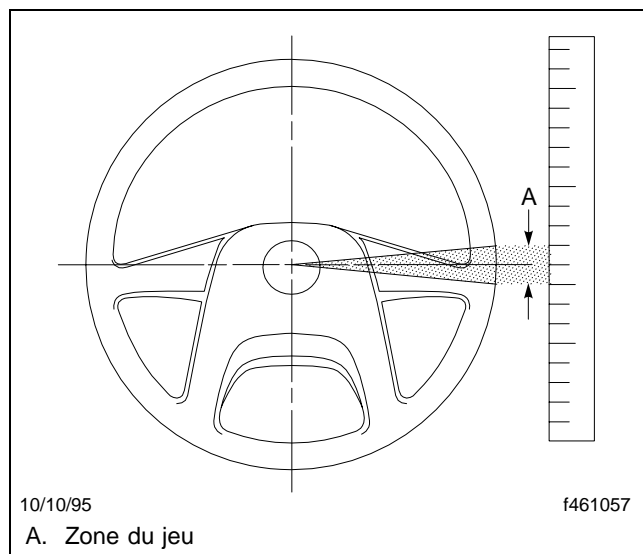

Fig. 11.7, Mesure du jeu au niveau du volant
20. Vérifiez que le jeu du volant n'est pas excessif. Les pneus avant bien redressés (orientés droit devant), tournez le volant jusqu'à ce que vous observiez un déplacement des roues avant. Alignez un point de référence sur une règle, puis tournez lentement le volant dans le sens opposé jusqu'à ce que vous sentiez de nouveau un déplacement des roues. Mesurez le jeu au niveau de la jante du volant. Voir la **figure 11.7**.